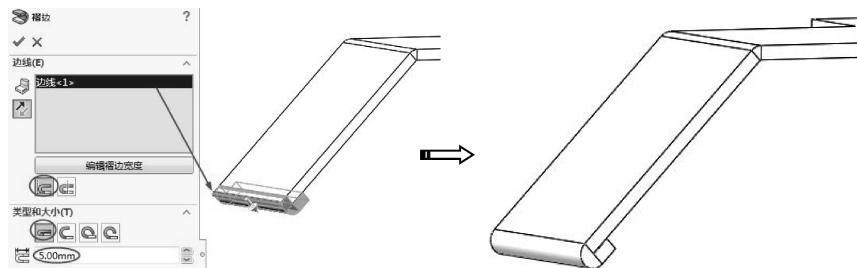

图 6-52 创建褶边
- 07 创建褶边。单击【钣金】选项卡中的【褶边】按钮 $\square$ ，弹出【褶边】属性面板，选择边线，即可预览出褶边的形状，若有必要，单击【反向】按钮 $\square$ ，在【类型和大小】选项区中选择【闭合】方式（打死边），并输入褶边的长度为5mm，完成褶边的创建，如图6-52所示。